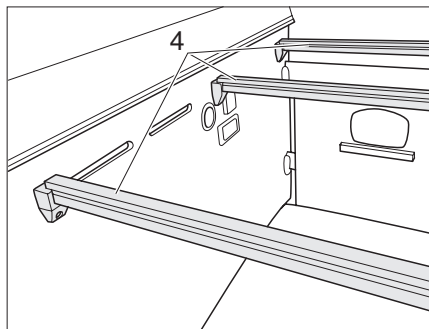

Fig. 52 Barras de apoyo del somier de listones
- ▶ Retirar de los soportes las 3 barras de apoyo (Fig. 52,4) del somier de listones.